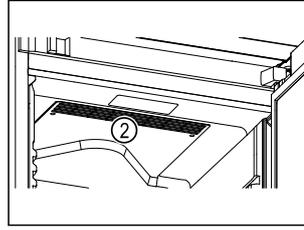

Fig. 61
- ❑ Ne pas obstruer les fentes d'aération Fig. 61 (2) du ventilateur de circulation d'air à l'intérieur de l'appareil.